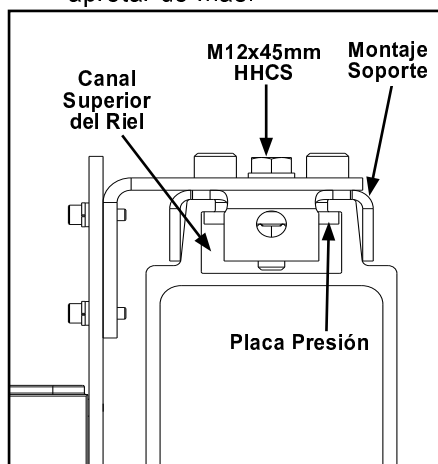

Figura 3-129
- Paso 1. Remueva tornillos pasados. Afloje M12 x 45mm HHCS de soporte de montaje superior de riel y deslice soporte sobre canal superior de soportes y placa de presión dentro de canal de soportes. Posicione en base a diseño. Vea Figura 3-129.